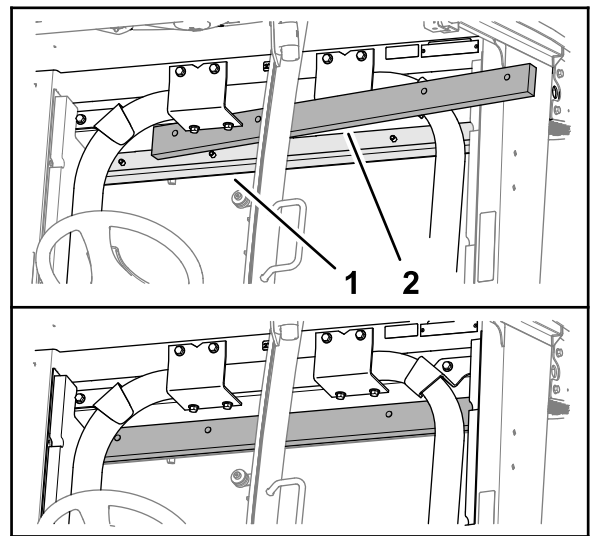

Рисунок 30
- Удалите защитную пленку и установите накладку нижней части потолка над задним окном кабины (Рисунок 30).